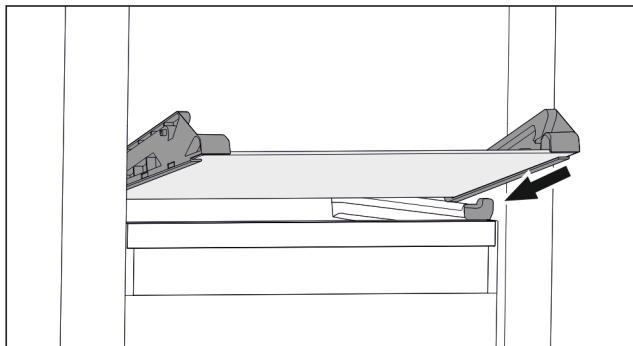

Fig. 67 Скляна пластина відкидного висувного ящика
- Встановити скляну пластину за стопорами навскоси. (див. Fig. 67)